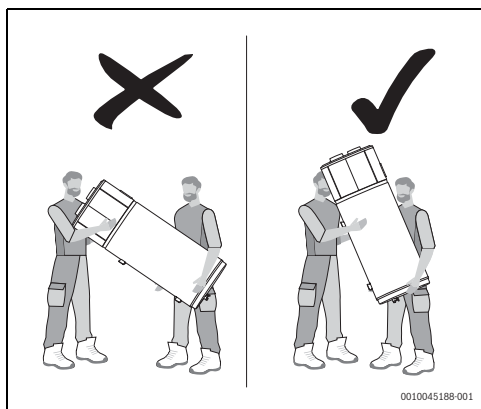

Fig. 6
- ▶ Non tenere l'apparecchio per i pannelli superiori decorativi (Fig. 6).